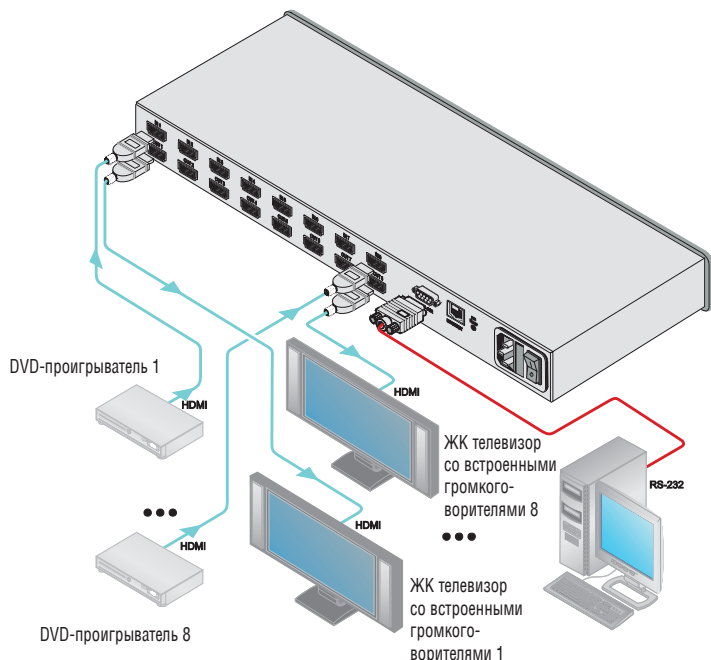

Рис. 2. Подсоединение матричного коммутатора HDMI VS-88HN
Чтобы подсоединить матричный коммутатор HDMI 8x8 **VS-88HN** в соответствии с примером, показанным на рис. 2, действуйте в следующем порядке, предварительно отключив всю аппаратуру:
4. Подсоедините сетевой шнур к розетке электросети (на рис. 2 не показан).